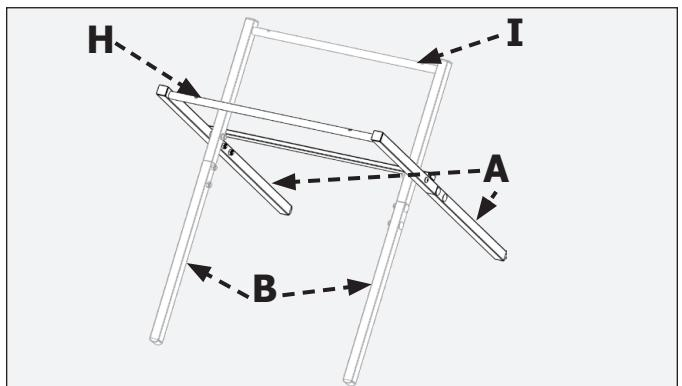

FIGURE 5
**REMARQUE :** Ne pas trop serrer les écrous de blocage. Voir le montage du support complété sur la figure 5.
**REMARQUE:** Les jambes doivent correspondre au bon support. Les pieds de l'avant (A) sont horizontaux et les pieds de l'arrière (B) sont verticaux.